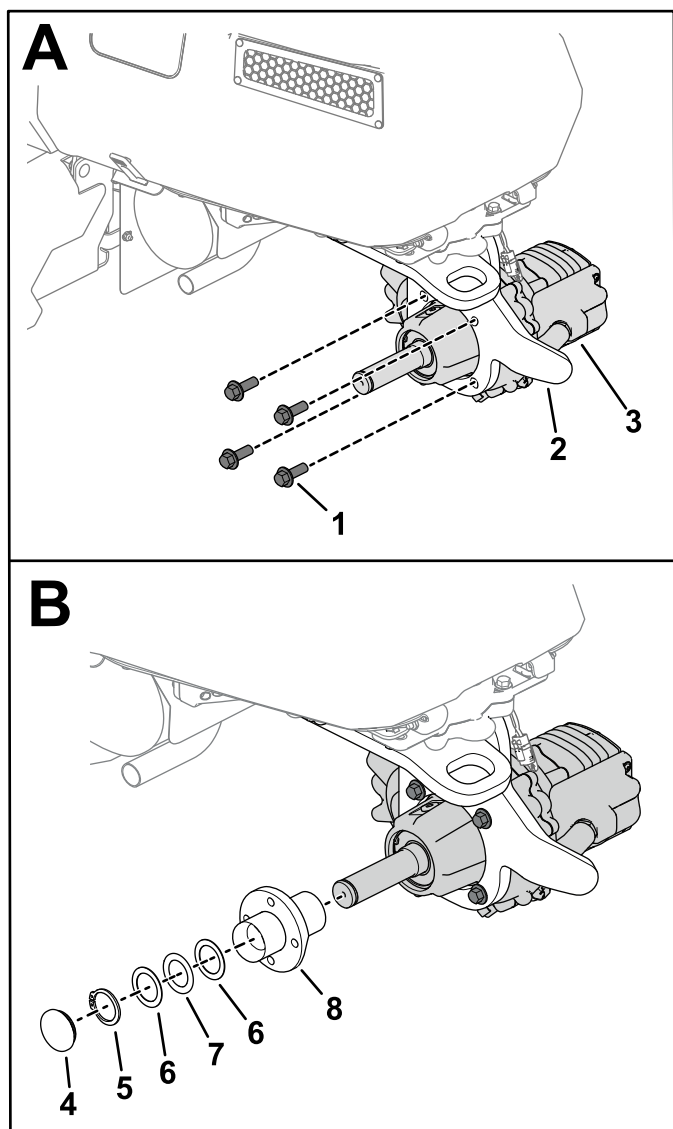

Figura 3
1. Remova o anel de retenção (mostrado na Figura 3) do eixo.
2. Remova o conjunto do cubo (mostrado na Figura 3) da caixa de velocidades.
Nota: Observe a orientação correta da caixa de velocidades como se mostra na Figura 3. O eixo deve estar virado para o lado esquerdo da máquina.
4. Utilize quatro parafusos (M12) para prender a caixa de velocidades à roda giratória (A na Figura 3).
6. Instale o conjunto do cubo, anel de retenção e capa antipoeira com um anel de retenção no eixo (B na Figura 3).
Nota: Se as anilhas de encosto e os casquilhos forem removidos do conjunto do cubo, monte-os como se mostra na Figura 3.